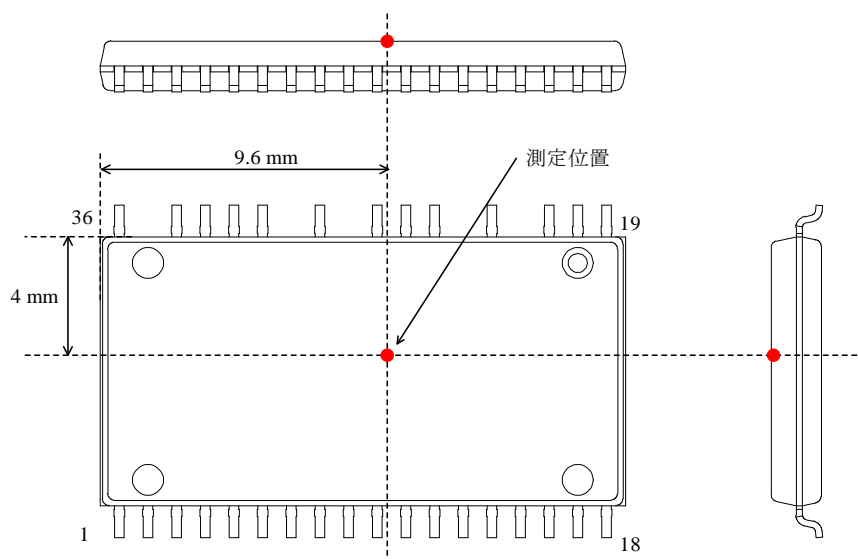

図 3-2 ケース温度測定位置
(1) ケース温度は図 3-2 で規定
(2) 基板実装時（1.6 mm、銅箔 35  $\mu\text{m}$ 、CEM-3、モールドなし、自然空冷）